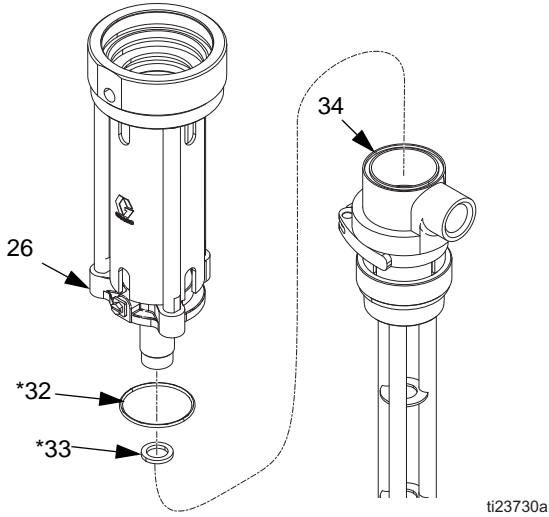

图 23
11. 从泵体 (34) 上拧下安装法兰 (26)。拆下泵体 (34) 的 O 形圈 (32*) 和 PTFE (聚四氟乙烯) 垫圈 (33*)。检查所有零配件是否损坏。参见图 23。